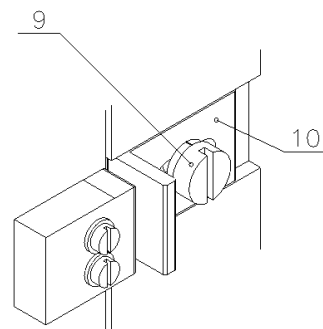

Abb. 5
Auf der Abb. 5 ist auch eine detaillierte Anbringung des Mikroschalters angezeichnet. Zum Zweck der Einstellung einer richtigen Funktion lösen wir die Schraube (9) und bewegen mit dem Anschlag (10) am Anker des Elektromagnets. Nach Einstellung des richtigen Abstands ziehen wir die Schraube (9) nach und sichern sie mit Klebemittel oder Farbe gegen Selbstlösung.